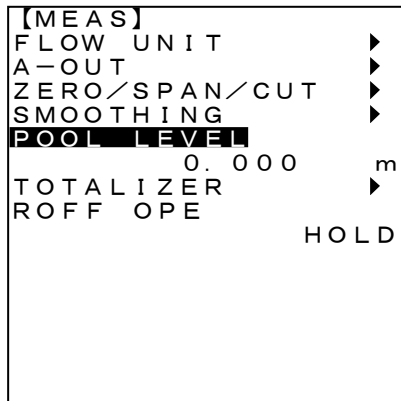

図4-8
- (1) <8/↑><2/↓>キーで“POOL LEVEL”にカーソルを移動させます。(図4-8)